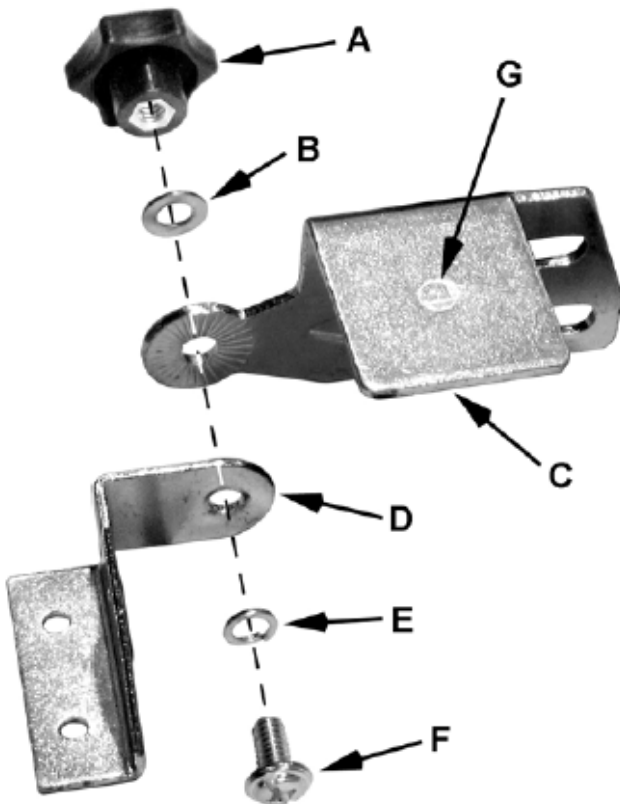

Рис.1
- 2 Ручка замка (A)
- 2 Искрогаситель (C) (см. примечание)
- 2 1/4"x1/2" Винт (F)
- 2 1/4" Шайба (B)
- 2 1/4" Шайба-гровер (E)
Примечание: Скоба (D) и искрогаситель (C) имеют маркировку «L» (G, Рис. 1) для левой стороны и «R» для правой стороны.
- 1 Соберите левый искрогаситель и скобу экрана согласно Рис. 1 они имеют маркировку «L»
Примечание: Подручники бывают, левый и правый см. рис. 1 чтобы гарантировать правильность их установки.